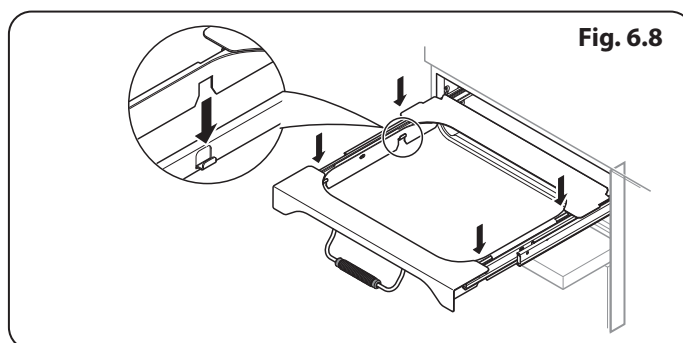

Fig. 6.8
5. Une fois que vous avez terminé, accrochez les glissières latérales à nouveau sur les extrémités de la chambre. Sortez les glissières télescopiques et installez le plateau du grill sur ces derniers, en vous assurant de localiser les barres saillantes sur les patins de la glissière (**Fig. 6.8**).